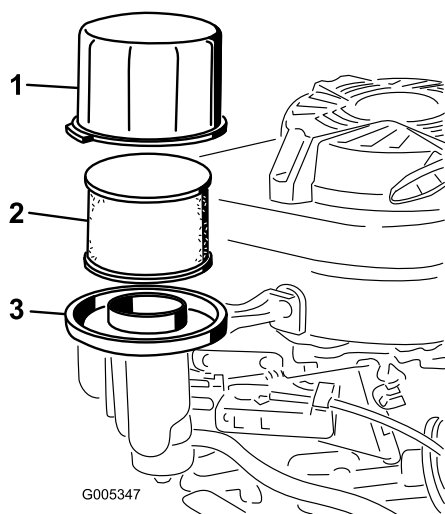

Figure 22
3. Enlevez le couvercle et nettoyez-le soigneusement (Figure 22).
4. Enlevez et examinez l'élément filtrant en papier (Figure 22) et mettez-le au rebut s'il est excessivement encrassé.
5. Enlevez le préfiltre en mousse et nettoyez-le à l'eau avec un détergent doux. Séchez-le ensuite en le serrant légèrement dans un chiffon (Figure 22).